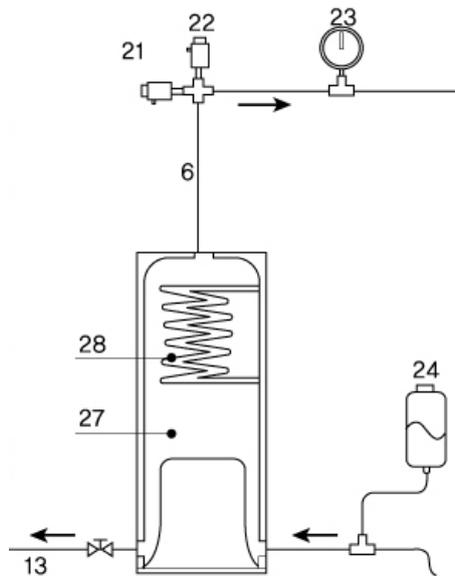

Рис. 22.1.
6. Обеспечение безопасности эксплуатации котла, с баком расширительным закрытого типа. (Рис. 22.1.)